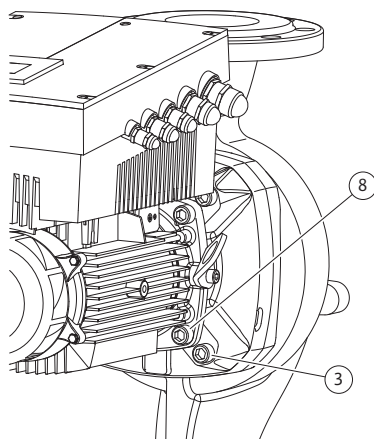

Fig. 52: Опціональне закріплення модуля
11. Розкрутити і зняти гвинти (Fig. 7, п. 3). Залежно від типу насоса зняти зовнішні гвинти (Fig. 52, п. 3). Модуль (див. Fig. 13) після зняття гвинтів залишається у безпечному положенні у корпусі насоса, і навіть за горизонтального розташування вала двигуна не ризикує перекинутися.
16. Залежно від типу насоса послабити гвинти (Fig. 7, п. 10) або, у іншому випадку, гвинти (Fig. 52, п. 8).
22. Ліхтар насунути на вал і розмістити згори (або у іншому бажаному положенні) під кутом до фланця двигуна. При цьому слід дотримуватися монтажних положень щодо кожного компонента (див. главу 7.1 «Допустимі монтажні положення й зміна розташування компонентів перед установкою» на сторінці 21). Ліхтар закріпити гвинтами (Fig. 7, п. 10) **або** — у випадку такого типу насоса/ліхтаря як на (Fig. 52) — гвинтами (Fig. 52, п. 8) на фланці двигуна.